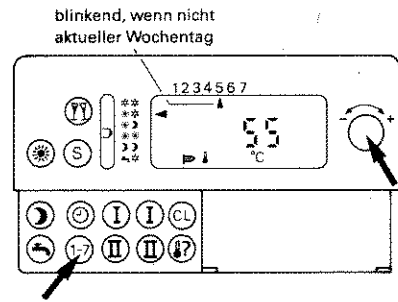

Abb. 51
1. Taste „1-7“ drücken, und gleichzeitig Einstell-Drehknopf „-“/“+“ nach links oder rechts drehen bis „▲“ in der Anzeige auf „5“ (= Freitag) zeigt (Abb. 51).
1. Taste „1-7“ drücken, und gleichzeitig Einstell-Drehknopf „-“/“+“ nach links oder rechts drehen bis „▲“ in der Anzeige auf „5“ (=Freitag) zeigt (Abb. 51 auf Seite 39).